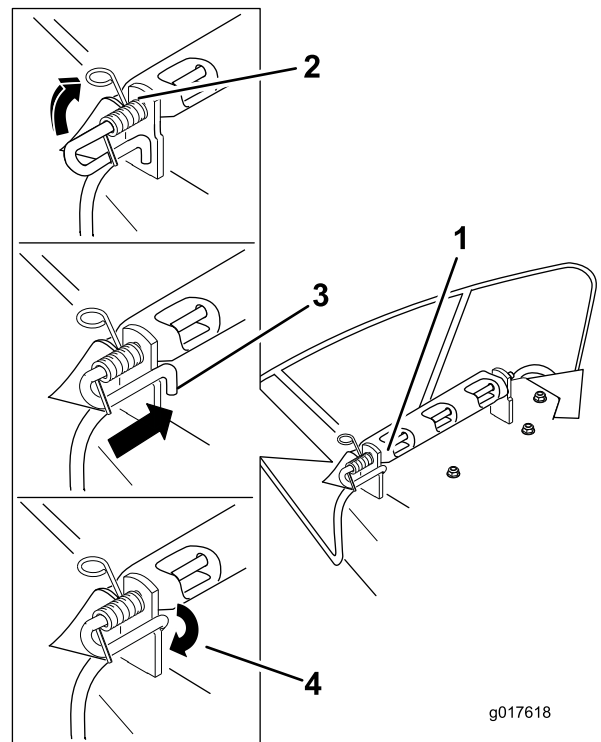

Figure 61
6. Fixez l'ensemble tige et ressort en le tournant de sorte à pouvoir placer l'extrémité courte de la tige derrière le support avant soudé au tablier de coupe (Figure 61).
3. Positionnez le nouveau déflecteur d'éjection en plaçant les extrémités du support entre les supports soudés du tablier, comme illustré à la Figure 61.
5. Soulevez le côté avec la boucle du ressort et placez-le dans le cran du support de déflecteur (Figure 61).